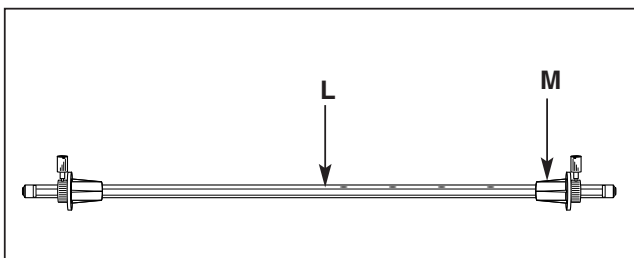

Figure 5
L. FILM SHAFT: The film shaft holds the supply roll and the adapters with locking collars hold the rolls of film on the shaft, (Figure 5).
M. CORE ADAPTERS: Align the film on the film shaft, (Figure 5) for various widths of roll film
L. ARBRE DU FILM : L'arbre du film retire le rouleau d'alimentation et les adaptateurs avec les colliers de verrouillage qui retiennent les rouleaux de film sur l'arbre. (Figure 5).
M. ADAPTATEURS DU NOYAU : Alignent le film sur l'arbre du film (Figure 5) pour diverses largeurs de rouleaux.
P. ARRÊT AUTOMATIQUE : Après deux heures d'inactivité de la plastifieuse, les réchauffeurs s'éteignent automatiquement. Pour réarmer, poussez l'interrupteur de courant à l'arrière de l'appareil à la position d'arrêt portant la mention "O" (OFF), puis revenez à la position marche portant la mention "I" (ON). Attendez jusqu'à ce que le "voyant prêt" s'allume et reprenne la plastification.